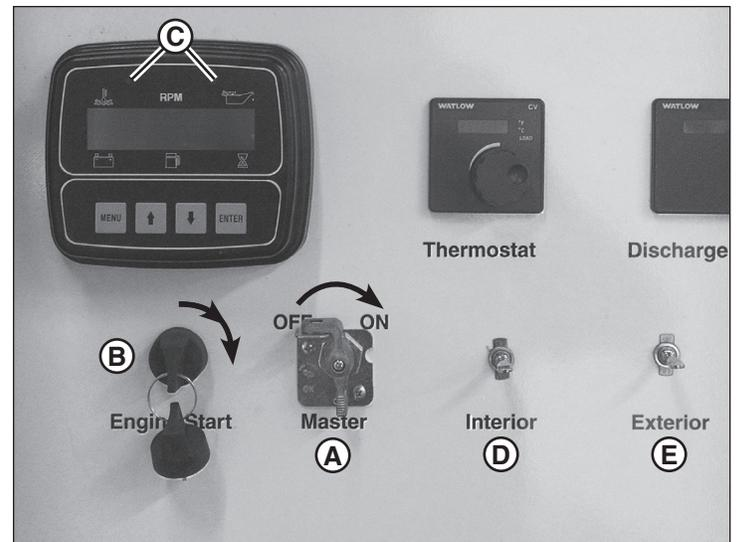

Figura 17
2. Mueva el interruptor Master (Principal) (A, Figura 17) a la posición ON (Encendido).
3. Mueva el interruptor de llave parada (B, Figura 17) a la posición MARCHA. Se encenderán las luces indicadoras de la bujía incandescente (C) en el centro de control y monitoreo del motor. Espere que las luces se apaguen (aproximadamente 15 segundos).